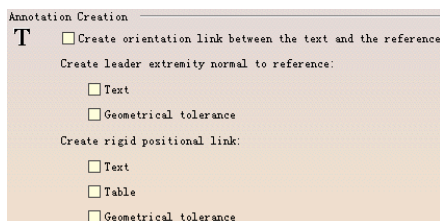

图 6-88
- (1) Annotation Creation (生成注释) 选项组 (如图 6-88 所示)